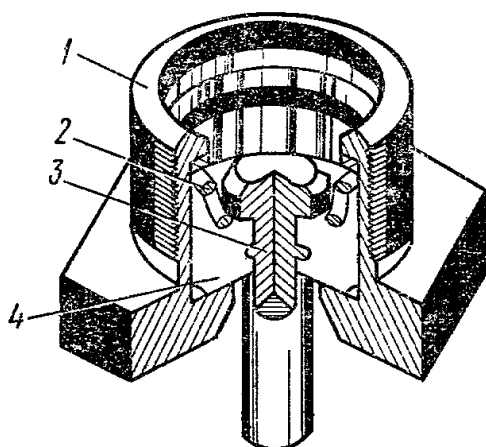

Рис. 13. Вентиль спускной:
4.6.5. Вентиль спускной (рис.13) устанавливается в воздушном баллоне прицепа и предназначен для слива конденсата из баллона. Для слива конденсата нажмите на шток 3. При отпускании спускной вентиль автоматически герметизируется.